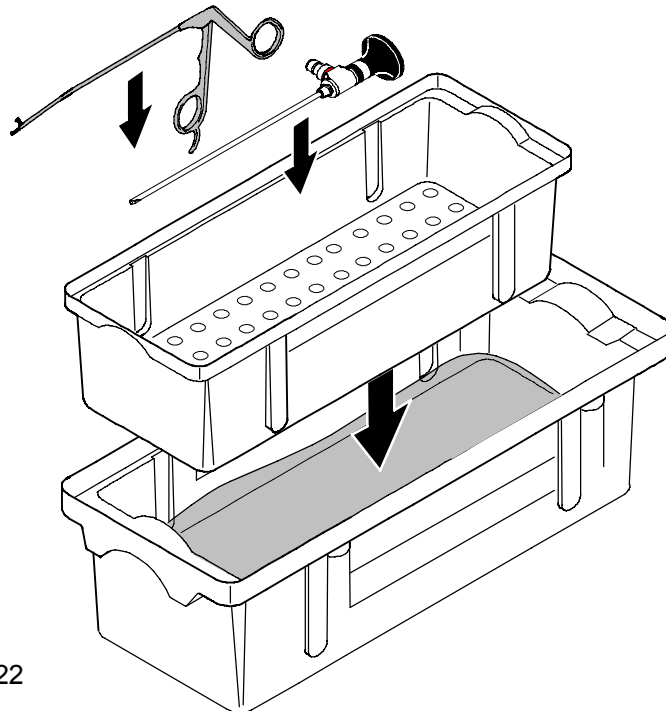

Рис. 22
- ◇ Осторожно положите использованные инструменты в емкость (рис. 22)